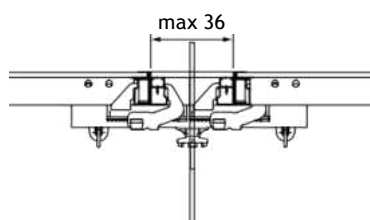

Fig. A11.03a
Анкерирането трябва да се извърши по такъв начин, че силите да се предават по средата чрез изравняващия ригел TAR 85 (23) към съседния елемент. (Fig. A11.03a)